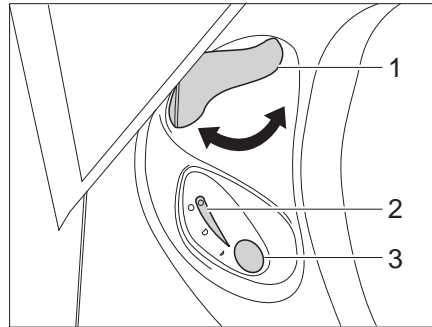

Fig. 256 Centralina di controllo toilette Thetford
- Prima di tirare l'acqua, aprire il cursore della toilette Thetford. A tal fine ruotare la leva del cursore (Fig. 256,1) in senso antiorario.
- Per sciacquare premere il pulsante blu (Fig. 256,3).
- Dopo aver tirato l'acqua chiudere il cursore. Ruotare la leva del cursore (Fig. 256,1) in senso orario.
Quando la cassetta Thetford è piena e deve venire svuotata, la spia di controllo (Fig. 256,2) si accende.
- Ruotare la leva del cursore (Fig. 256,1) in senso orario. Il cursore viene chiuso. Per svuotare il cursore **deve** essere chiuso nella toilette Thetford.